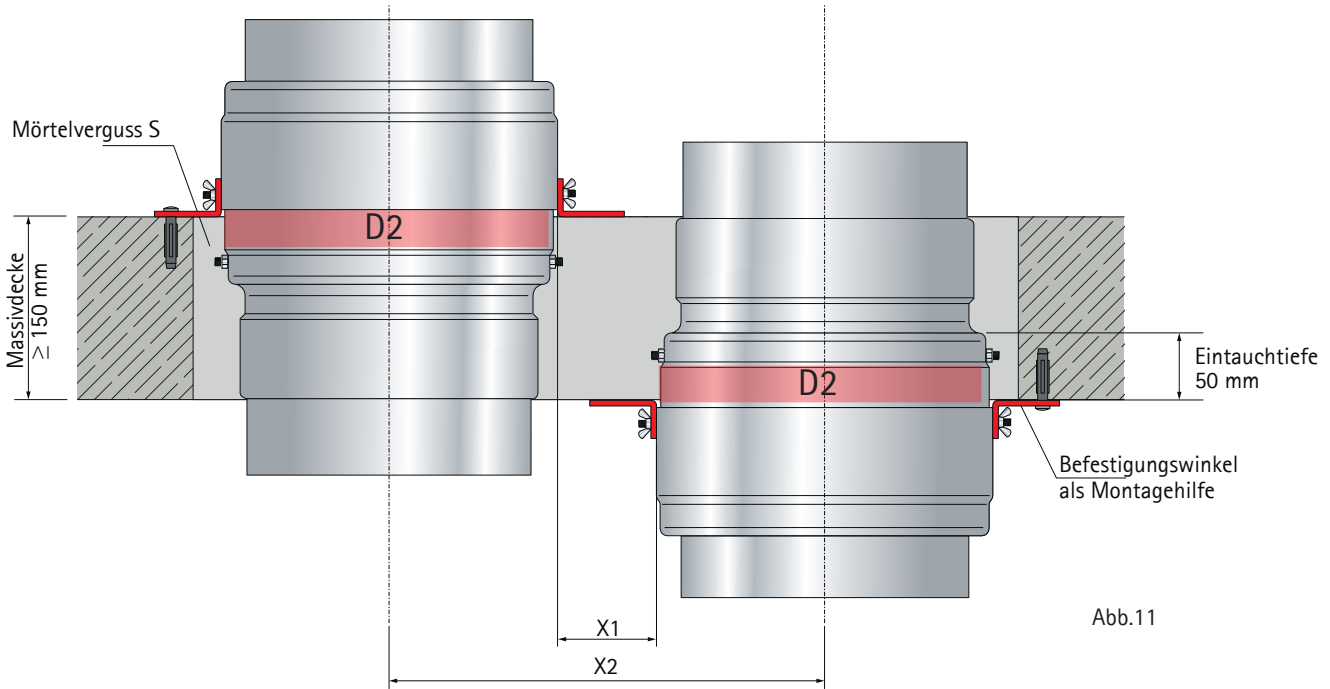
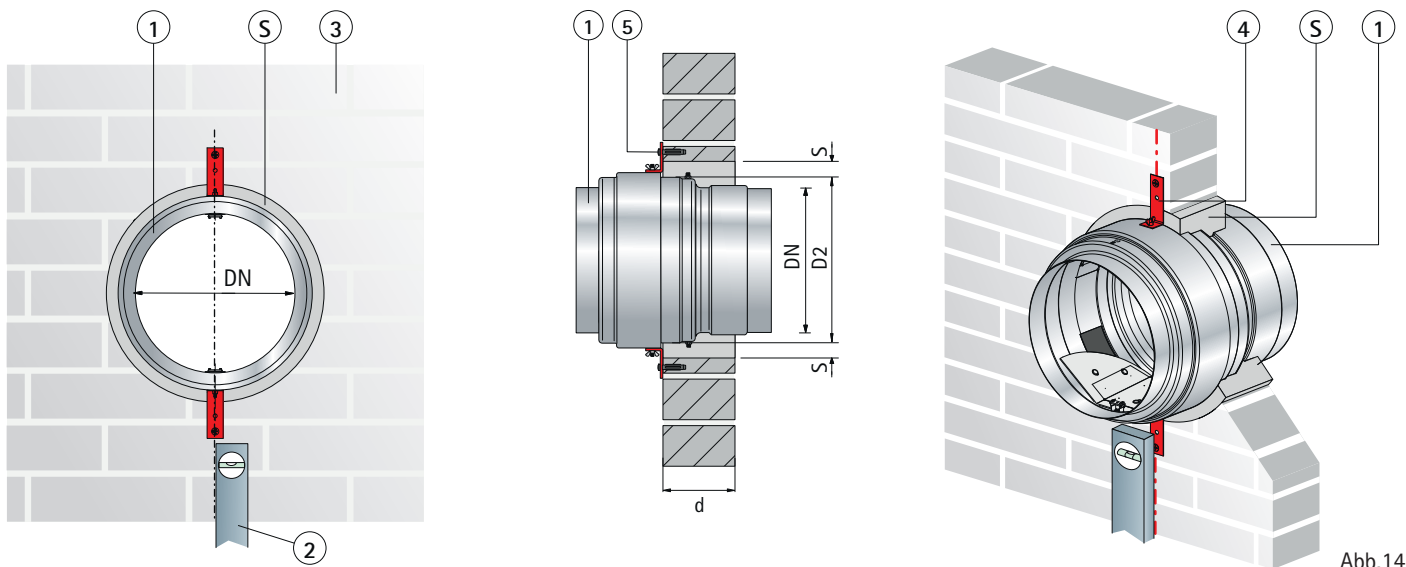

Abb.11
Abb.14
4. Absperrvorrichtung WFK-M-LüAR mit dem Befestigungswinkel bei Einbau auf der Geschosdecke bündig auf der Oberkante der Decke positionieren, bei Einbau unter der Geschosdecke, Befestigungswinkel bündig auf der Unterkante der Decke positionieren (Abb.11, Seite 8). Verschraubung bei Bedarf
4. Einbauöffnung durch Kernbohrung oder Durchbruch herstellen (Abb.11, Seite 8)
5. Absperrvorrichtung WFK-M-LüAR mit dem Befestigungswinkel bei Einbau auf der Geschosdecke bündig auf der Oberkante der Decke positionieren, bei Einbau unter der Geschosdecke, Befestigungswinkel bündig auf der Unterkante der Decke positionieren (Abb.11, Seite 8). Verschraubung bei Bedarf. Wand - / Deckenbündiger Schenkel kann bei Platzmangel gekürzt werden
Befestigungswinkel müssen bündig (Abb.11; Abb.14, ②) mit der Wand abschließen, Verschraubung bei Bedarf
Befestigungswinkel müssen bündig (Abb.11; Abb.14, ②) mit der Wand abschließen, Verschraubung bei Bedarf.